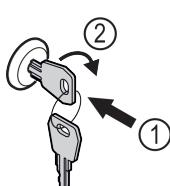

Fig. 91
- Вдавити ключ Fig. 91 (1).
- Повернути ключ на 90° за годинниковою стрілкою Fig. 91 (2).